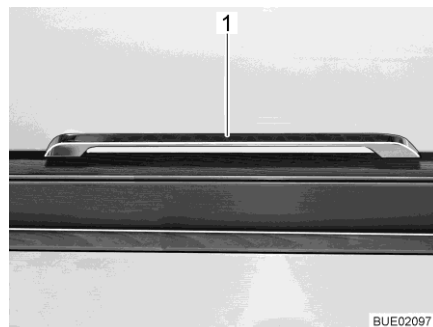

Bild 86 Entriegelungsgriff
- Entriegelungsgriff (Bild 86,1) je nach Einbaulage nach oben, zur Seite oder nach unten drücken und gedrückt halten.